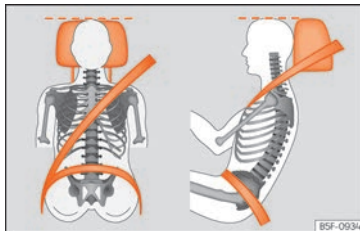

Abb. 89 Richtig eingestellte Kopfstütze von vorne und seitlich betrachtet.
- Stellen Sie die Kopfstützen so ein, dass sich die Oberkante der Kopfstütze möglichst auf einer Linie mit dem oberen Teil Ihres Kopfes, aber mindestens auf Augenhöhe befindet »» **Abb. 89.**